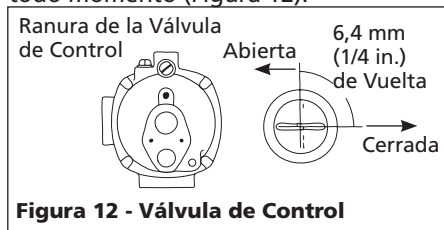

Figura 12 - Válvula de Control
**NOTA:** Cuando se use la bomba para pozos profundos con el eyector de chorro para pozos profundos que se ha acoplado con pernos, asegúrese de que la ranura de la válvula de control esté en posición vertical (abierta) en todo momento (Figura 12).
4. Cierre la válvula de control y abra un grifo que este cerca (Figura 12).